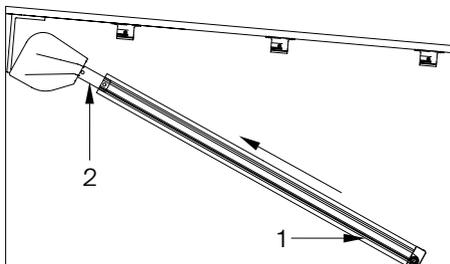

Abb. 11: Befestigung der Führungsschienen am Kasten
- » Schieben Sie beide Führungsschienen (1 – Abb. 11) gleichmäßig bis zur Hälfte der Ausleger der Kastenseitenkappen (2 – Abb. 11) auf.